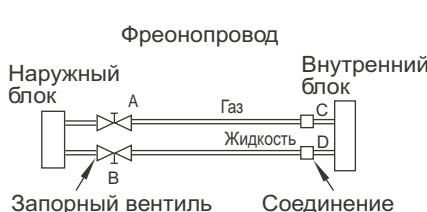

Рис.23
1. Проверьте, что соединения A, B, C, D (Рис.23) выполнены правильно и надежны. Наживите (не плотно) шланг к линии низкого давления (газовой) наружного блока кондиционера.